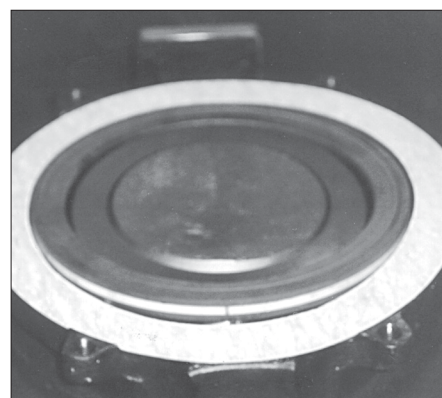

Figure 7 - Mise en place correcte du joint de retenue du siège.
- Vérifier que le disque (2) se trouve en position fermée contre la butée du disque du corps (1).
- Placer le joint de retenue du siège (22) sur la surface du joint du corps du robinet (1). (Voir la figure 7.)
- Pour les corps à oreilles taraudées, aligner les trous du joint de la bague de retenue du siège (22) sur ceux du corps (voir la figure 7).
- Mettre en place la bague de retenue du siège (23) par-dessus le joint de retenue du siège (22). Concernant les robinets à oreilles taraudées, aligner les trous de la bague de retenue du siège (23) sur ceux du joint d'étanchéité (22) et du corps (1).
- Installer les plaques de positionnement (33) et/ou les attaches (35) prévues pour le corps de robinet à montage entre brides.
- Introduire et serrer les vis (34) pour le robinet entre brides (24) et le robinet à oreilles taraudées.